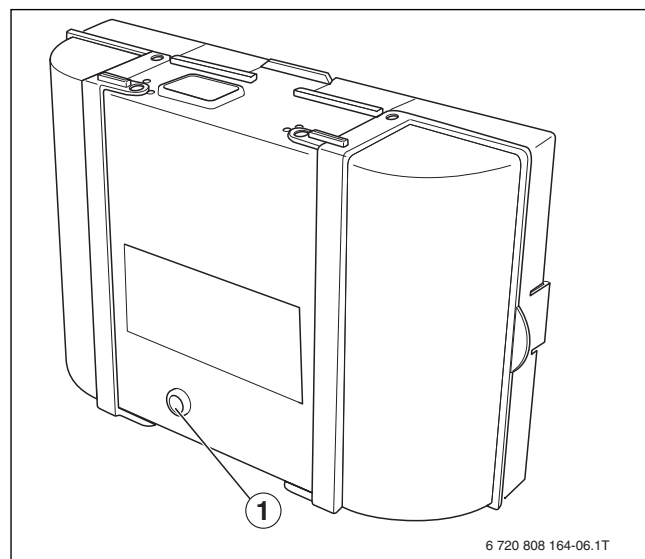

Fig. 10 Réinitialisation des défauts sur les appareils de contrôle du brûleur
- Touche reset (→ fig. 10, [1])